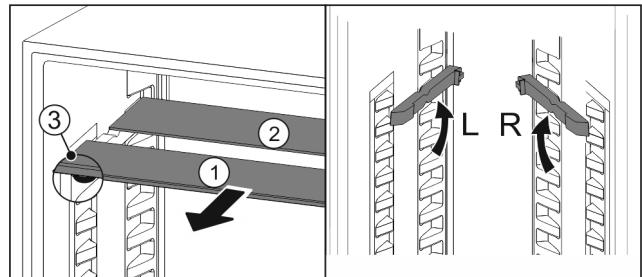

Fig. 88
- ▶ По одной извлеките Fig. 88 (1) стеклянные панели движением вперед.
- ▶ Стеклянная панель Fig. 88 (1) с декоративной планкой лежит спереди.
- ▶ Стопоры Fig. 88 (3) показывают вниз.